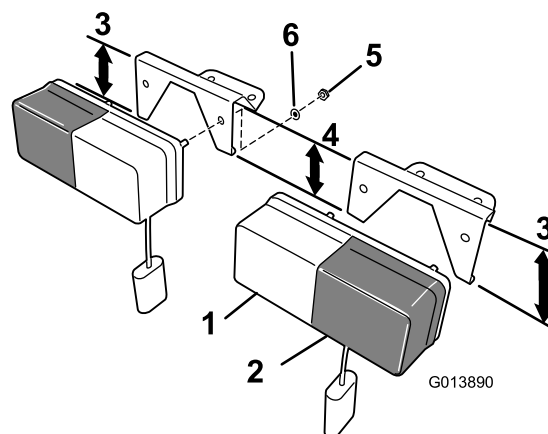

Figura 12
2. Individuate le staffe sinistra e destra delle luci di direzione. Le staffe si distinguono per l'angolo presente sulla piastra frontale e per la gamba più lunga che si trova sempre sul lato esterno (Figura 12).
3. Unite ogni luce di direzione alla staffa corrispondente in modo tale che il fanalino color ambra (segnalazione della direzione) si trovi sempre sul lato esterno (Figura 12).